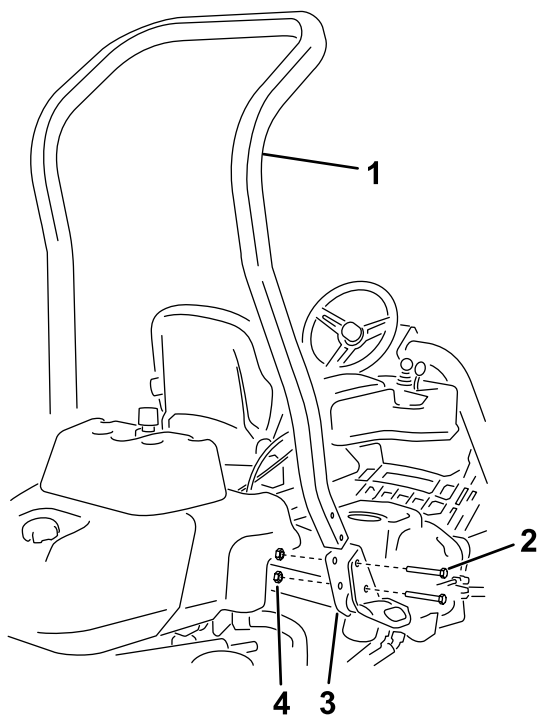

Figura 3
3. Utilizzate 4 bulloni ($\frac{1}{2}$ " x $3\frac{3}{4}$ ") e 4 dadi flangiati ($\frac{1}{2}$ ") per montare il roll bar nelle staffe del ROPS su ciascun lato della macchina, come illustrato nella Figura 3.